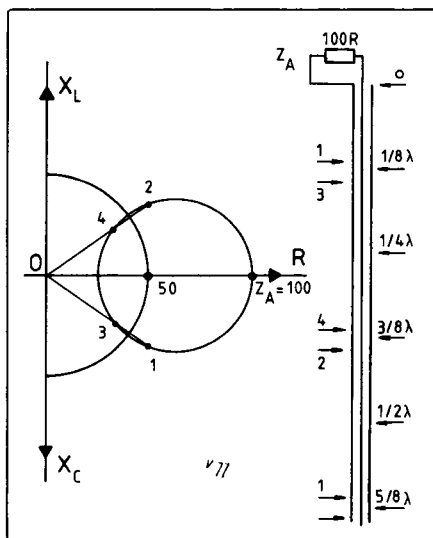

Fig. 7. De vier plaatsen voor de ééncomponenten-match voor reële Z_A .
b). De één-componenten antenne-matcher (fig. 7); (voorbeeld: $Z_{coax} = 50$ ohm). De cirkelgang van de lokale impedantie in geval van misaanpassing bij de eindbelasting biedt vier mogelijkheden om met één component de Z_{loc} naar 50 ohm te transformeren. Twee hiervan vallen direct op. Op de twee plaatsen waar de cirkel zich loodrecht boven en onder Z_{coax} bevindt is de R_{loc} in ieder geval al 50 ohm. Alleen er is ook nog een X_{loc} hier. Die kunnen we compenseren door de tegengestelde reactantie in serie met de kern van de coax te schakelen. In punt 1 is X_{loc} negatief: compensatie een spel in serie.